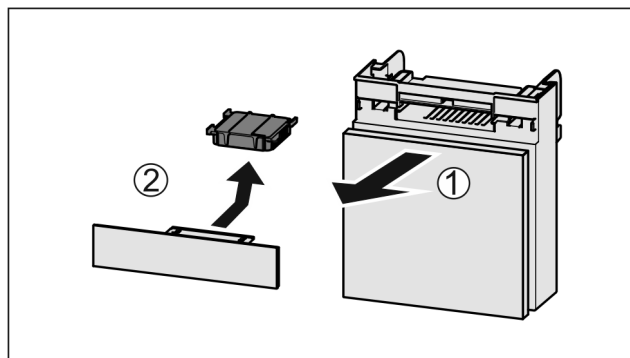

Fig. 226
- Pretinac izvucite Fig. 226 (1) prema naprijed.
- Izvadite filtara s aktivnim ugljenom Fig. 226 (2).